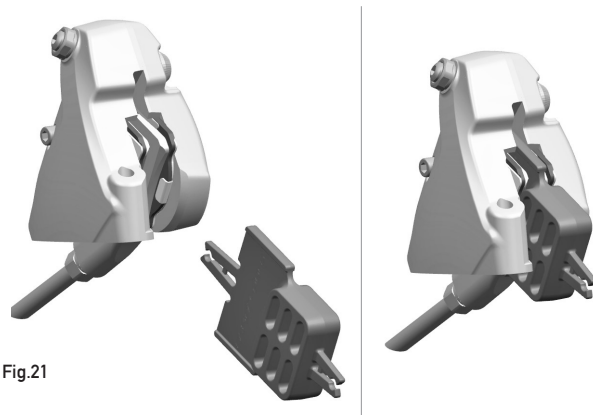

Fig.21
- Si les roues du vélo doivent être démontées, s'assurer d'avoir inséré l'outil pour le transport (Fig. 21) qui empêche, en cas d'actionnement accidentel des leviers de frein, le rapprochement des plaquettes de frein et donc l'impossibilité d'insérer le disque.